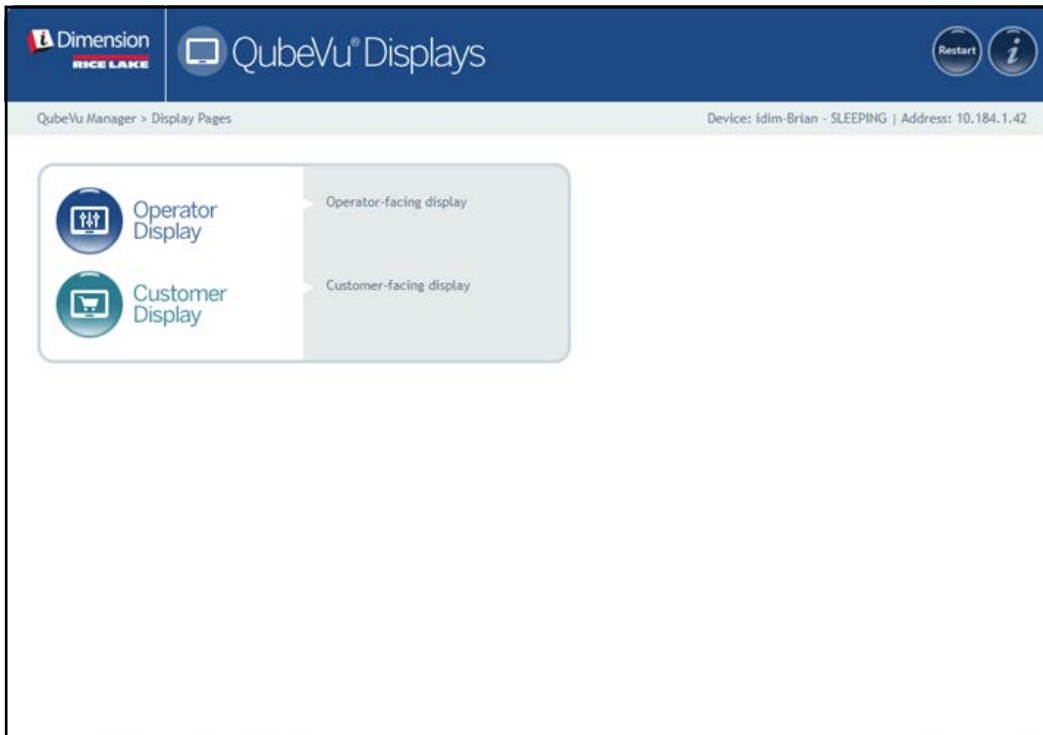

Abbildung 3-1. Menü „Display Pages“ (Anzeigen)
- Wählen Sie  **Operator Display** im Menü **Display Pages (Anzeigen)** aus (Abbildung 3-1 auf Seite 16). Die Bediener-Anzeige wird angezeigt.
- Wählen Sie  **Customer Display** im Menü **Display Pages (Anzeigen)** aus (Abbildung 3-1 auf Seite 16). Die Kunden-Anzeige wird angezeigt.